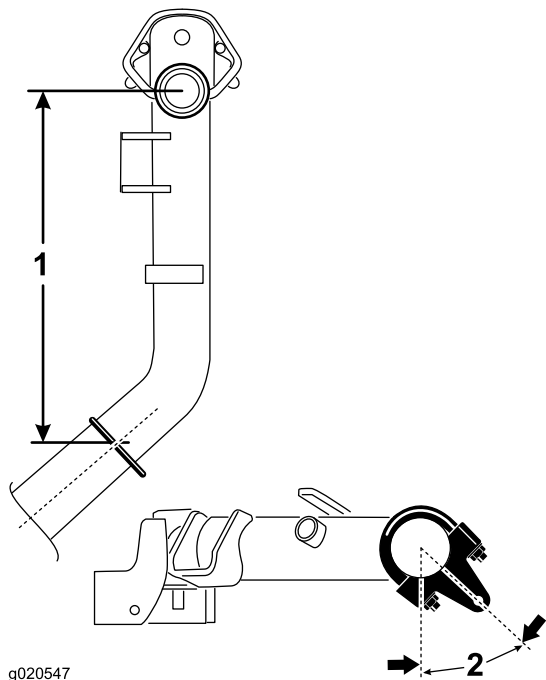

Figure 6
4. Sur les bras de levage n° 2 et 3, positionnez les supports et les étriers filetés à 38,1 cm derrière l'axe du pivot (Figure 6).